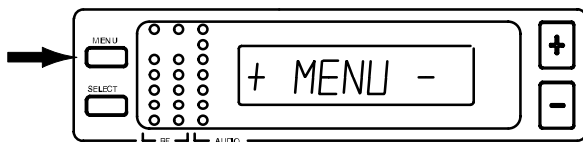

ABBILDUNG 25
1. Die MENU-Taste drücken. Die „+ MENU –“ Anzeige erscheint (Abbildung 25).